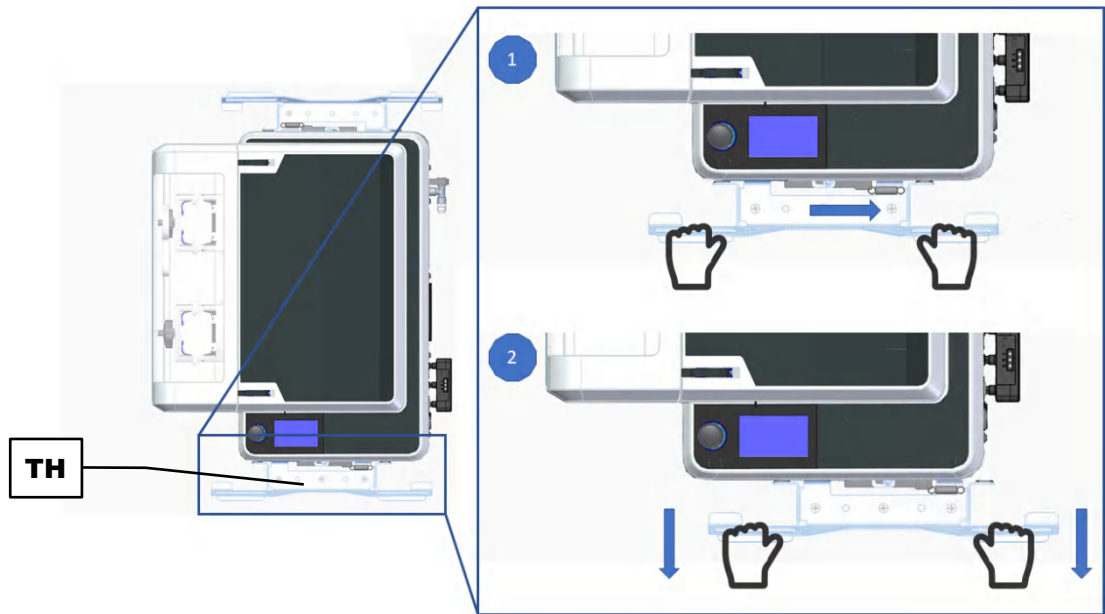

图 35: 移除运输辅助工具
- ⇒ 朝右移动运输辅助工具(图 35 事项 1)。
- ⇒ 拔出并移除运输辅助工具(图 35 图 2)。